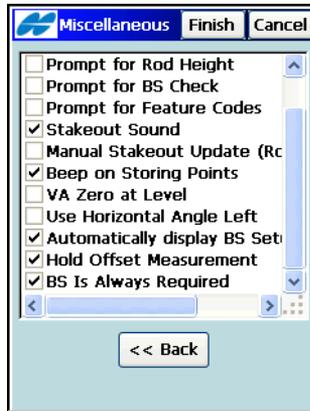

Abbildung 4-78. Verschiedenes
14. Wählen Sie weitere Parameter im Fenster *Verschiedenes* (Abbildung 4-78).